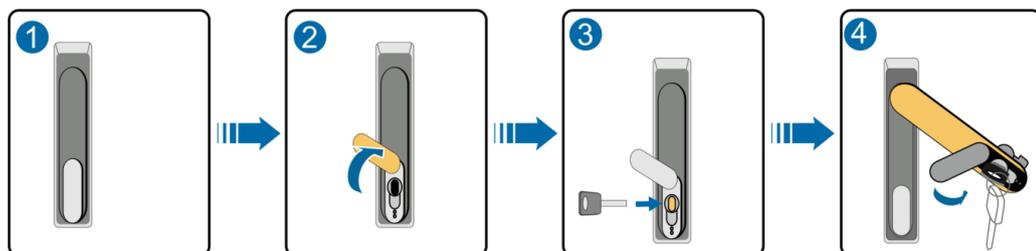

Abb. 4-15. Darstellung des Türöffnungsvorgangs.
Vor den Anschlüssen sollte die Schranktür geöffnet werden. In der Abb. 4-15 wird dieser Vorgang dargestellt.
- Schritt 1:** Der geschlossene Zustand der Schranktür wird im Schritt 1 von Abb. 4-15 dargestellt.
- Schritt 4:** Anschließend wird der Türgriff zu der Position wie in Abb. 4-15 gedreht, dann wird die Schranktür geöffnet.